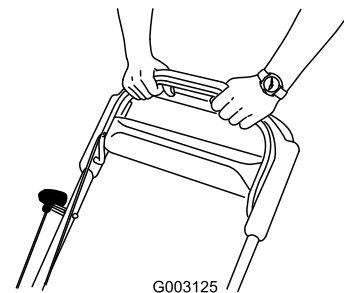

Figura 32
3. Sujete la barra de control de la cuchilla contra el manillar (Figura 32).